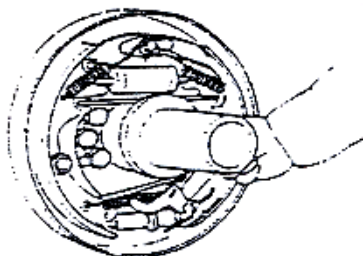

Рис. 2-30
- (8) Смонтируйте тормозную колодку на опорную стойку, затем установите возвратную пружину на тормозную колодку. Сначала установите основную тормозную колодку, затем вспомогательную. См. Рис. 2-30.
- (9) Установите регулировочный механизм, пружину, толкатель, возвратную пружину толкателя. При установке обратите внимание на следующие моменты:
- (10) Присоедините тормозные трубки к колесным цилиндрам.
- (11) Измерьте внутренний диаметр тормозного барабана и наружный диаметр